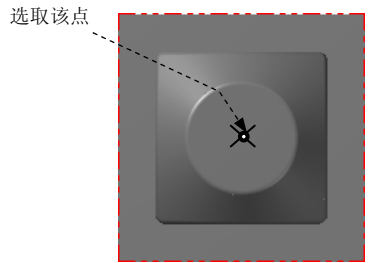

图 6.4 定义基准点
Step1. 绘制矩形边界。单击顶视图按钮，选择 **C 绘图** →  **R 矩形** 命令，系统弹出“矩形”工具栏，在“矩形”工具栏中确认按钮被按下，选取图 6.4 所示的坐标原点，然后在后的文本框中输入 130，在后的文本框中输入 130，按 Enter 键。单击按钮，完成矩形边界的绘制，结果如图 6.5 所示。